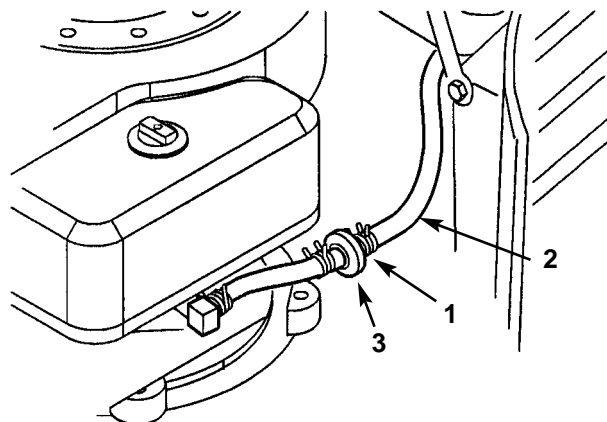

Fig. 25
3. Stringete insieme le estremità della fascetta per tubi e fatela scorrere verso l'alto sul tubo di alimentazione verso il serbatoio carburante (Fig. 25).
4. Togliete con uno strappo il tubo di alimentazione dal filtro (Fig. 25) e lasciate che la benzina scoli in una tanica o una bacinella di raccolta.